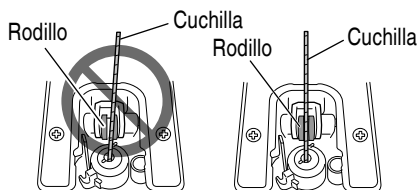

Fig. 11
- No toque la palanca mientras se está moviendo el émbolo. (Fig. 11)